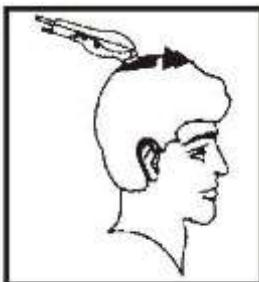

Рисунок 4
1. Используйте для этого насадку-гребенку 9мм или 12мм, состригайте волосы в макушки и верхней части головы в направлении, противоположном росту волос, т.е. от передней к задней части головы (см. рисунок 4). В некоторых местах необходимо состригать волосы от задней к передней части головы.